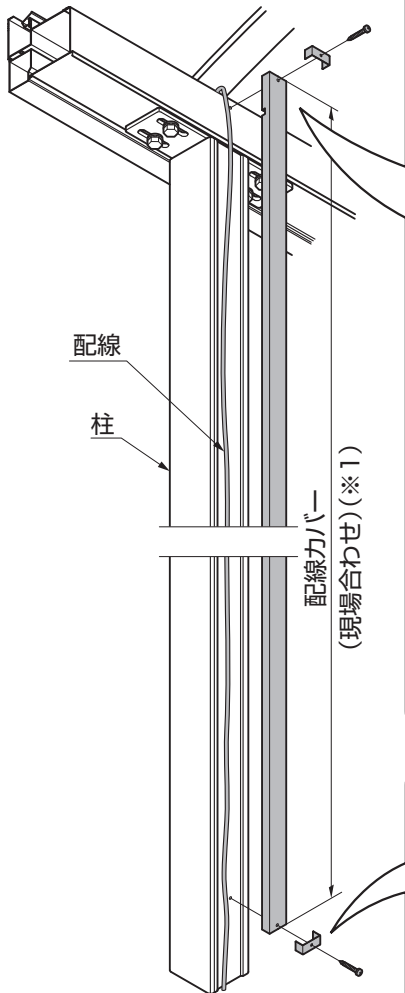

図2-1
- 配線カバー(※1)は現場に合わせて切断してください。(図2-1参照)